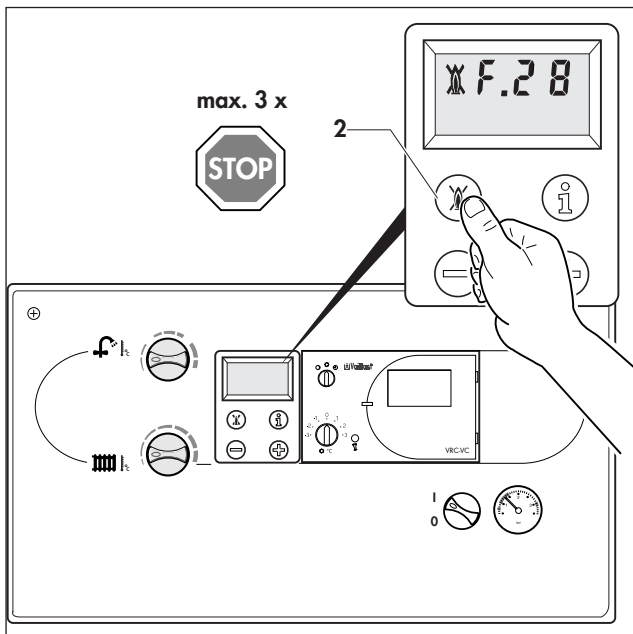

Fig. 3.12: Déparasitage
- Dans ce cas, appuyez sur le bouton de reset (2, fig. 3.12) et maintenez-le enfoncé pendant 1 seconde environ.
- Appuyez sur le bouton de suppression des anomalies (2, fig. 3.12) et maintenez-le 1 seconde env. appuyé ou commutez l'interrupteur principal de l'appareil sur "ARRÊT" puis sur "MARCHE".